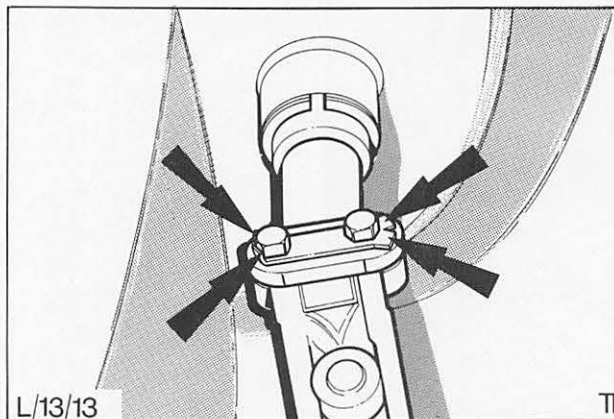

Abb. 75 Zusammenbau der Lenkverbindung und der Lenkspindel
25. Neues Sicherungsblech an **allen vier** Ecken umbiegen, Abb. 75.